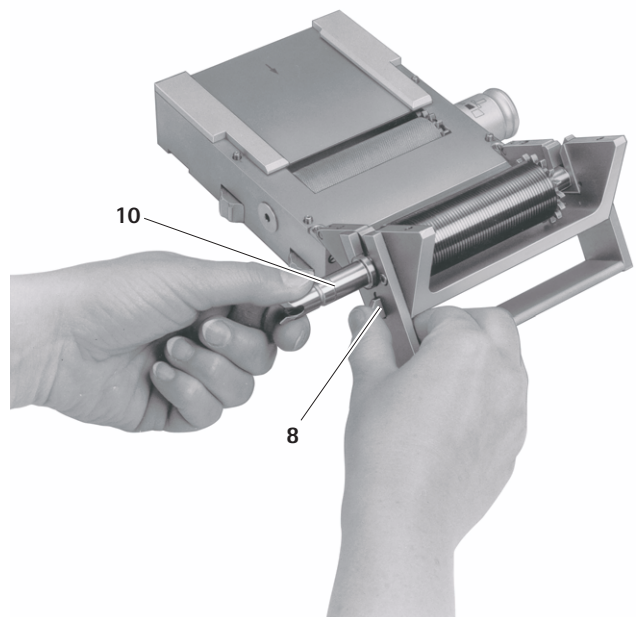

Abb. 3
- ▶ Riegel **8** gedrückt halten und gleichzeitig am Schaft **10** ziehen, um die Schneidwalze **2** zu entkuppeln, siehe Abb. 3.
- Schneidwalze 2 am Schaft 10 in die Lagerstellen 20 drücken, bis sie einrastet, siehe Abb. 3.